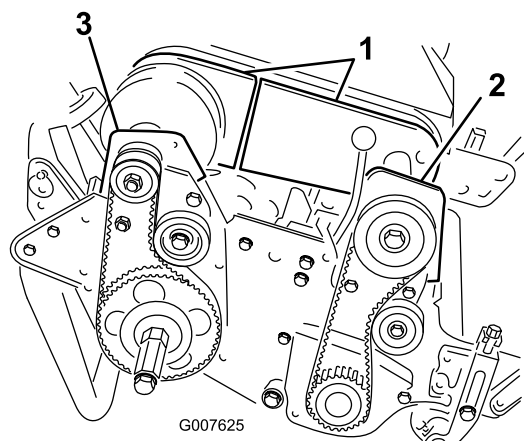

图42
4. 拧下将差速器罩的前后部分固定到差速器壳体的螺栓，将差速器罩滑开，露出皮带（图42）。
6. 卸下将前离合器壳体固定到侧板上的 2 个螺栓和锁紧螺母（图42）。
8. 卸下将右后轴承座固定到侧板上的 2 个螺栓和锁紧螺母（图42）。